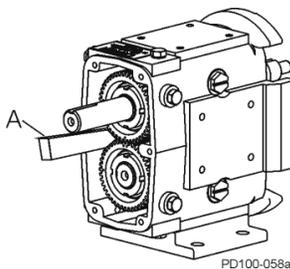

Abbildung 61 - Blockieren der Wellendrehung
4. Verhindern Sie die Drehung der Wellen mittels eines Holz- oder Kunststoffblocks (Abbildung 61, Pos. A). Steht kein Block zur Verfügung, verwenden Sie Lumpen zum Blockieren der Zahnräder oder, bei einem auf der Welle montierten Rotor, blockieren Sie den Rotor mit einem Nylonstift.